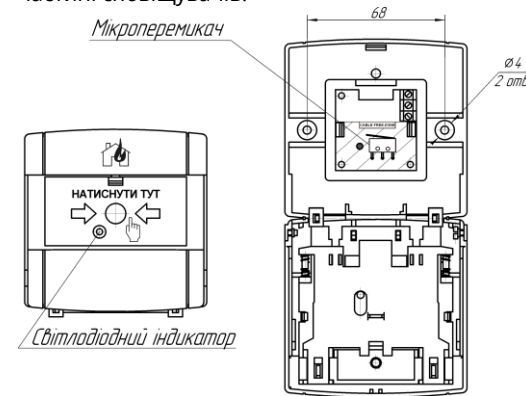

Рисунок 1 - Зовнішній вигляд (а) та внутрішня компоновка (б) сповіщувачів
3.1 Для монтажу необхідно відкрити сповіщувач натисканням ключа на защіпку у верхній частині його корпусу, протягнути проводи всередину і закріпити сповіщувач на стіні приміщення за допомогою дюбелів та гвинтів (див. рисунок 1). Підключення сповіщувача виконується згідно схеми, наведеної на рисунку 2. Рекомендований переріз проводів від 0,28 до 1,0 мм².